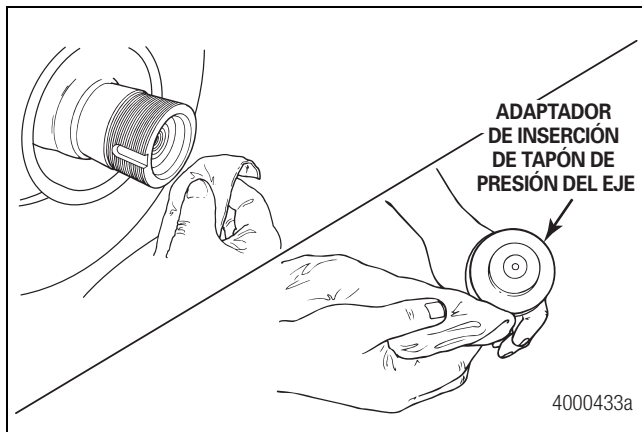

Figura 2.26
20. Retire con una toalla los residuos del compuesto retenedor de la espiga y del adaptador de inserción del tapón de presión del eje. Figura 2.26.